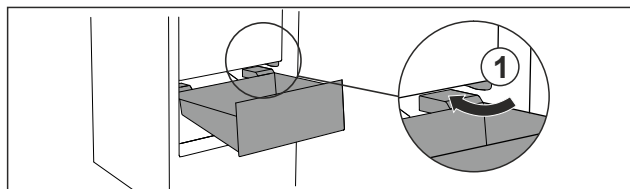

Fig. 102
- ▶ Guider le tiroir en biais en contournant les butées Fig. 102 (1).